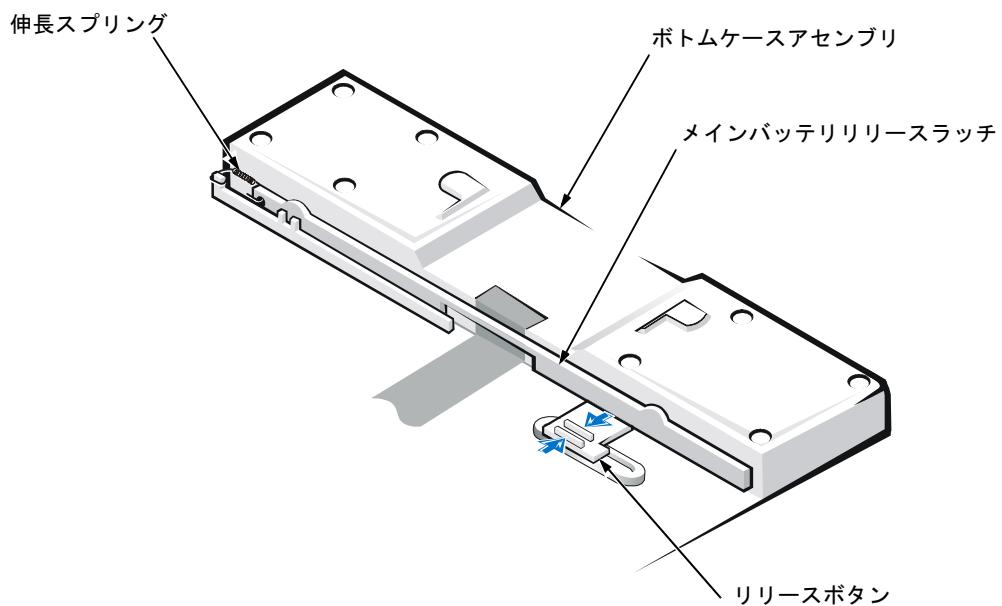

図 24 メインバッテリリリースラッチの取り外し
6. 先の細いプライヤーを使って、リリースボタンの後ろにある 2 つのタブを一緒につかみます。バッテリリリースラッチの上部を握り、慎重に上向きに引き上げて、リリースボタンアセンブリから離します（図 24 参照）。